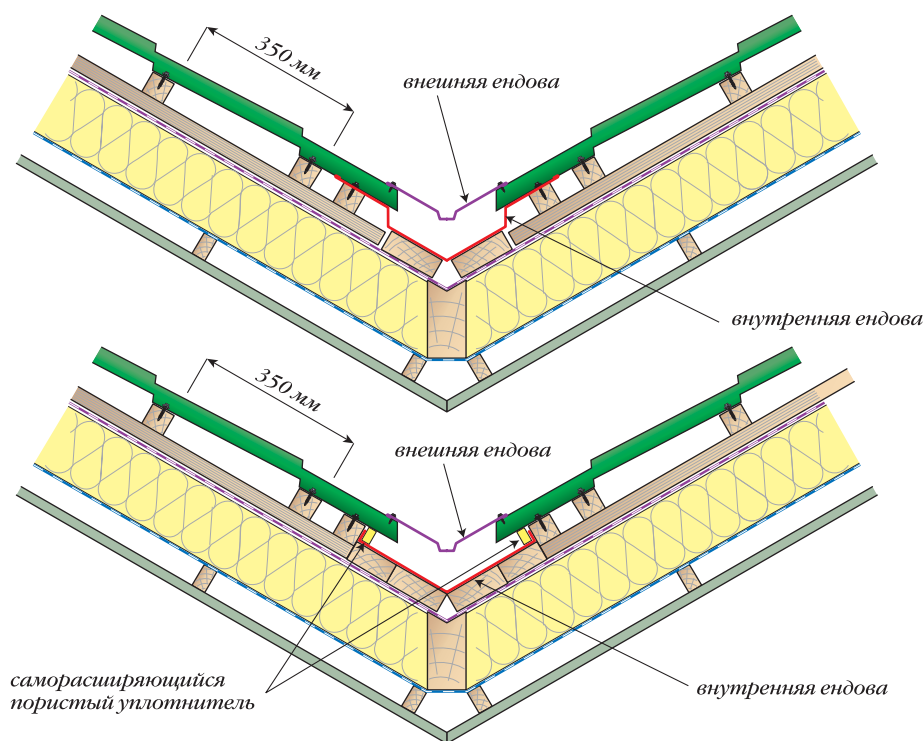

Рис. 74. Варианты устройства ендов под металлочерепицу
В местах стыков скатов отрицательных углов (рис. 74) необходимо установить ендовы. Под нижние ендовы нужно выполнить сплошную обрешетку досками 150×25 мм на протяжении 300 мм в обе стороны от оси стыка, проложить гидроизоляцию по образовавшемуся деревянному желобу, затем закрепить ендову саморезами с шагом 300 мм, причем нижний край ендовы укладывается поверх карнизной доски. При горизонтальном стыке ендов нахлест должен составлять не менее 100 мм. Вдоль ендовы следует укладывать дополнительный слой гидроизоляции только в том случае, если угол почти плоский. Между нижней ендовой и металлочерепицей необходимо проложить саморасширяющийся пористый уплотнитель.
13. Установка верхней ендовы (рис. 74).